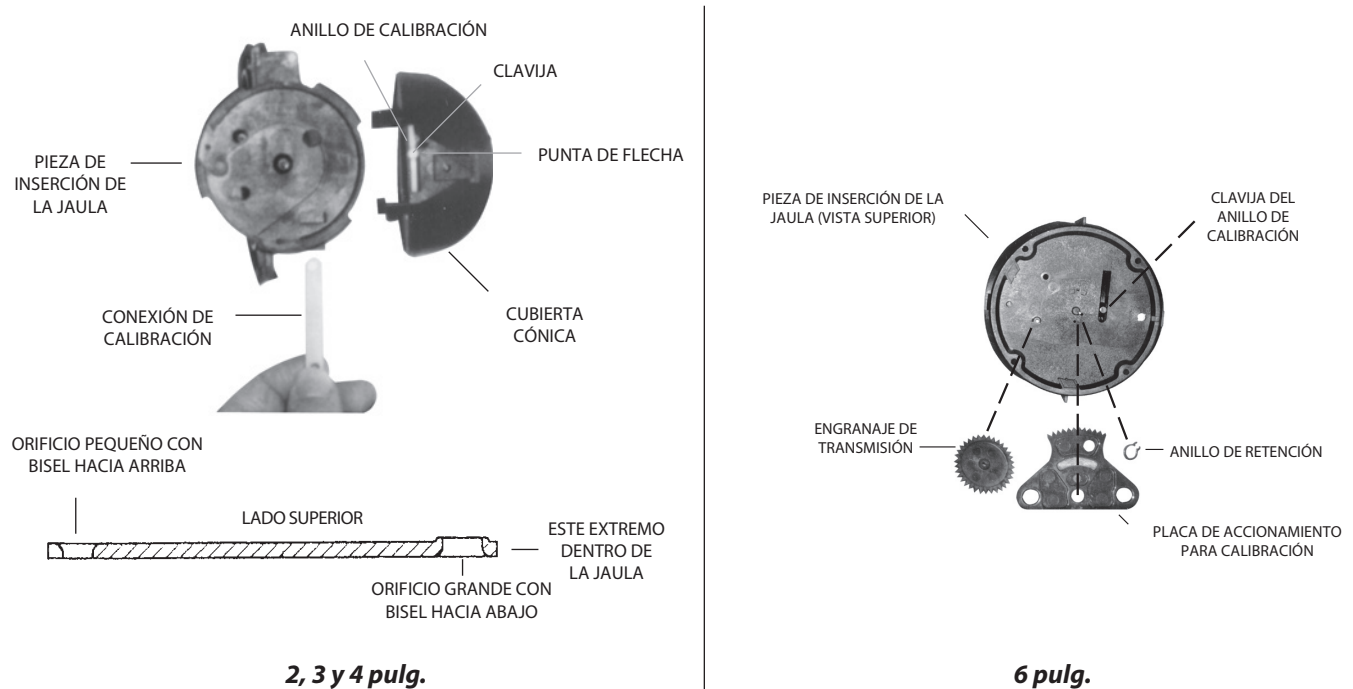

Figura 11: Conjuntos de conexión/anillo de calibración
1. Alinee la clavija en el perímetro de anillo de calibración con la punta de la fecha ubicada en el conjunto de la cubierta cónica (vea la Figura 11 en la página 15).
2. Para los tamaños de 2, 3 y 4 pulg., instale la conexión de calibración dentro de la jaula con el orificio más grande que se acoplará a la pestaña del anillo de calibración, con el lado del borde biselado del orificio hacia el conjunto de la cubierta cónica (vea la Figura 11 en la página 15).